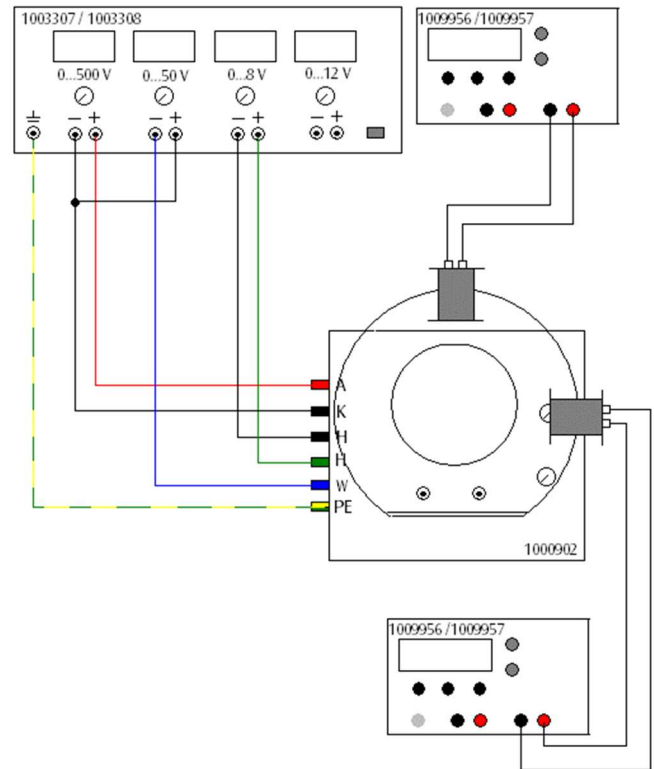

Fig. 4: Posizionamento e cablaggio delle bobine.
- Fissare sull'anello metallico una bobina come da Fig. 4 rivolta verso l'interno con asse orientato orizzontalmente.
- Collegare gli ingressi della bobina (verde, giallo) al generatore di funzione (impostato su una tensione sinusoidale di 50 Hz) come indicato alla Fig. 4. Selezionare l'ampiezza in modo che la linea che compare sullo schermo sia la metà del diametro dello schermo stesso.
- Accendere l'alimentatore CA/CC e impostare la tensione alternata (CA) fino a far comparire un'ellisse.